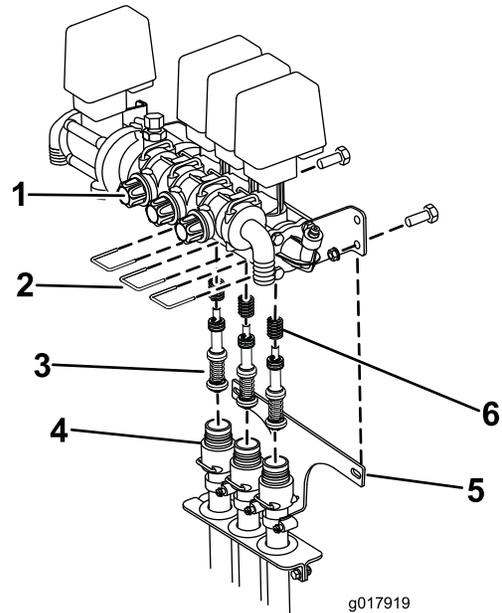

Figura 57
- B. Retire os 3 eixos que prendem os encaixes da válvula ao conjunto da válvula (Figura 57).
pulverizador (Figura 57). Baixe os tubos afastando-os do conjunto da válvula.
- D. Utilizando uma chave Allen de 3 mm, retire os parafusos que prendem os conjuntos dos pistões no conjunto da válvula. Certifique-se de que conta com as molas na válvula (Figura 57).